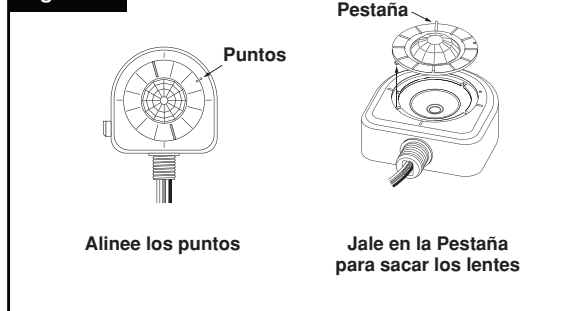

Figura 7B
4. Si desea, inserte el bloqueador negro de pasillo debajo del ensamble de los lentes. **NOTA:** Coloque el bloqueador de acuerdo a la dirección del pasillo (**ver Figura 7B**).